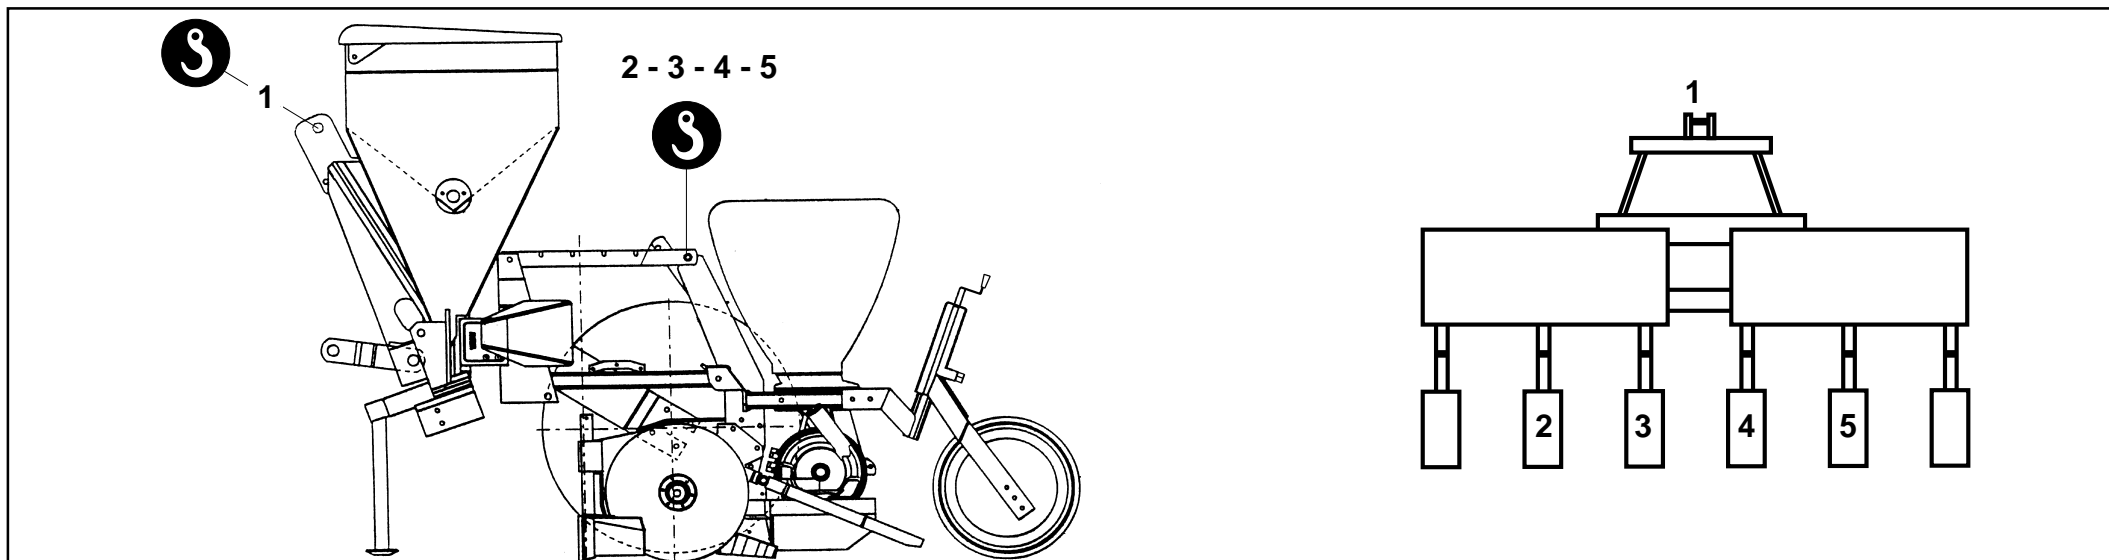

Fig. 1
I punti di aggancio sono individuabili dalla presenza del simbolo grafico «gancio» (Fig. 1). Per macchine fino a 4 file, agganciare nei punti: 1, 3 e 4. Per macchine oltre le 4 file agganciare nei punti: 1, 2, 3, 4 e 5.
*The hook points can be detected by finding the "hook" symbol (fig. 1). For machines of up to four rows, hook up at points: 1, 3 and 4. For machines of more than 4 rows hook up at points: 1, 2, 3, 4 and 5.*
Die Anschlusspunkte sind durch das graphische "Haken"-Zeichen (Abb. 1) gekennzeichnet. Bei Maschinen bis 4 Reihen, in den Punkten 1, 3 und 4 einhaken. Bei Maschinen mit mehr als 4 Reihen in den Punkten 1, 2, 3, 4 und 5 einhaken.
*Les points d'attelage sont identifiés par la présence du symbole graphique "crochet" (Figure 1). Pour les machines jusqu'à 4 lignes, atteler dans les points 1, 3 et 4. Pour les machines avec plus de 4 lignes, atteler dans les points: 1, 2, 3, 4 et 5.*
Halar el cable para nivelar la máquina. Los puntos de enganche se identifican mediante el símbolo gráfico «gancho» (Fig. 1). Con máquinas de hasta 4 hileras, enganchar en los puntos 1, 3 y 4. Con máquinas con más de 4 hileras enganchar en los puntos 1, 2, 3, 4 y 5.